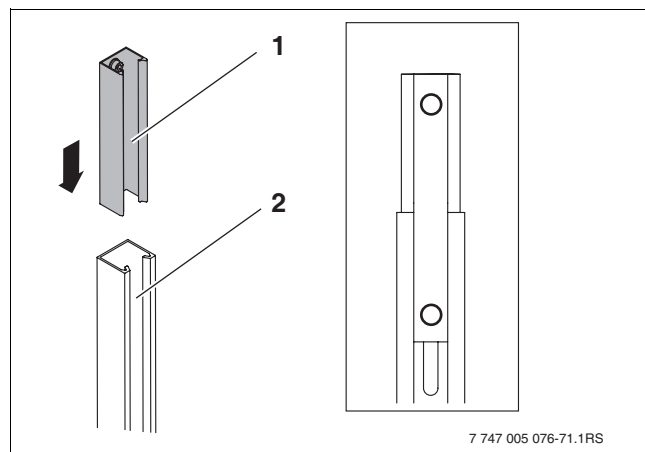

Fig. 47 Insérer le connecteur TSS dans le rail profilé-capteur
- Glisser le connecteur TSS (fig. 47, [1]) dans le rail profilé-capteur [2] et le visser avec des vis M8x20 et écrous M8.